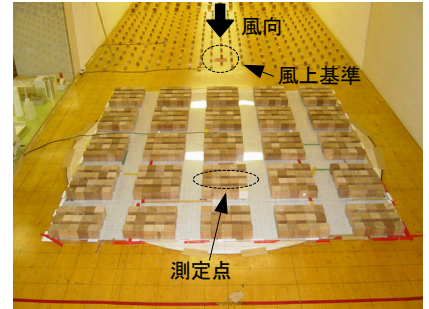

図 1 建物模型配列
**2. 実験方法** 実験は、飛鳥建設機技術研究所所有、幅 2.6m、高さ 2.0m の密閉回流型境界層風洞を使用した。建物模型の配列を **図 1** に示す。